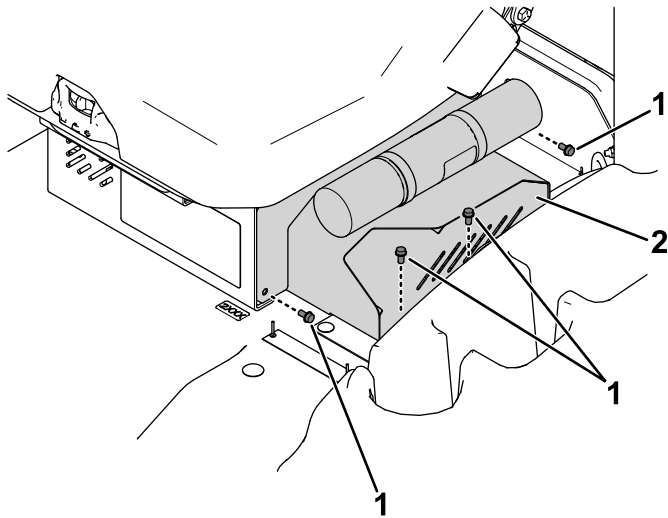

Bild 12
2. Entfernen Sie die Abdeckung des Ladekabels (Bild 12).
3. Bringen Sie die Abdeckung des Ladekabels an (Bild 12).